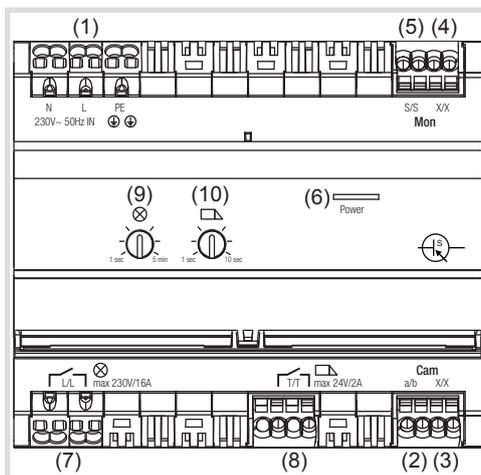

Bild 1: Geräteaufbau
Betriebs-/Überlast-LED Power (Bild 1, 6)
- Das Gerät auf Hutschiene nach DIN EN 60715 aufsnappen. Der Betriebsspannungs-Anschluss (Bild 1, 1) muss oben liegen.
- Potenzialausgleichsleiter an Anschluss **PE** (Bild 1, 1) anschließen.
- Die durch einen 16 A Leitungsschutzschalter gesicherte Phase an Anschluss **L** und den Neutralleiter an Anschluss **N** (Bild 1, 1) anschließen.
- Zum Manipulationsschutz den Türöffner an den Kontakt \square (Bild 1, 8) anschließen.
- Auch bei mehreren Türstationen kann der Türöffner manipulationsschützt 2-polig angesteuert werden. Einen Pol an den Türöffnerkontakt der Türstationen anschließen und den zweiten Pol an den Türöffnerkontakt \square (Bild 1, 8) der Strangversorgung anschließen.
- Potenziometer für Türöffner-Entriegelungszeit  (Bild 1, 10) in die gewünschte Position drehen.
D Ein Türöffner am Türöffnerkontakt (Bild 1, 8) kann auch ohne eingehenden Ruf entriegelt werden.
- Kontakt  (Bild 1, 7) zum Schalten von Beleuchtung oder zur Ansteuerung eines Treppenlichtzeitschalters mit Ausschaltvorwarnung anschließen.
- Potenziometer für Einschaltzeit  (Bild 1, 9) in die gewünschte Position drehen.